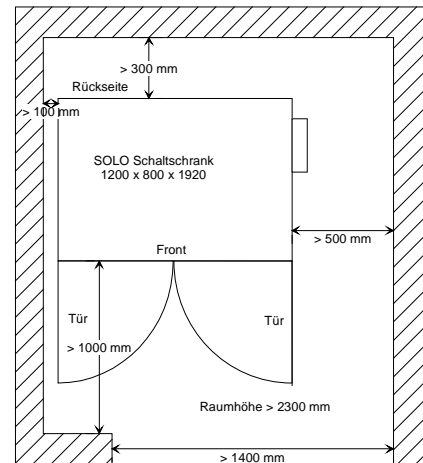

Abbildung 4.2 Mindestabstände
- Es muss sichergestellt sein, dass die minimal geforderten Abstände zur Umgebung eingehalten werden (Fluchtweg, Unterhaltsarbeiten, Luftkühlung) – siehe *Abbildung 4.2*.